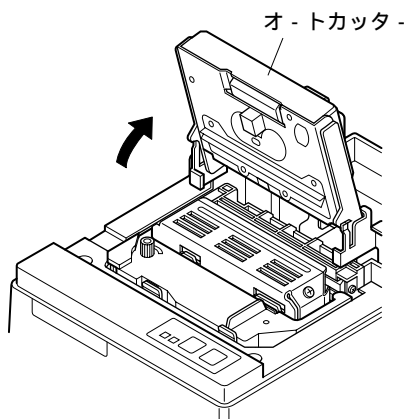

図4-9 オ - トカッタ - を立てる
- ③ 図4-9のようにオ - トカッタ - を持ち上げて、垂直に立てます。